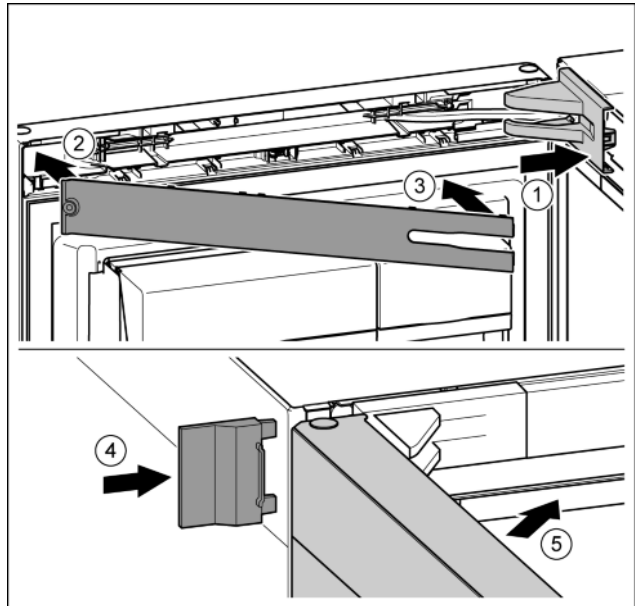

Fig. 24
- ▶ Поставете и фиксирайте капака на лагерната стойка, при нужда внимателно го натиснете настрани. Fig. 24 (1)
- ▶ Поставете капачката. Fig. 24 (2)
- ▶ Завъртете навътре капачката и я фиксирайте. Fig. 24 (3)
- ▶ Нахлузете външния капак. Fig. 24 (4)
- ▶ Затворете горната врата. Fig. 24 (5)